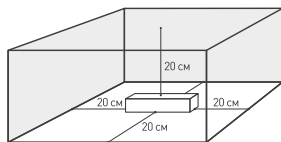
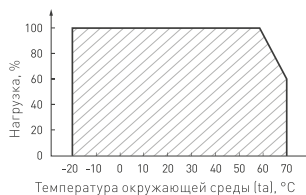

Рис. 1. Свободное пространство вокруг источника
Рис. 2. Максимальная допустимая нагрузка, % от мощности источника
- 4.3. Для естественной вентиляции обеспечьте не менее 20 см свободного пространства вокруг источника питания, как изображено на рис. 1. При невозможности обеспечить свободное пространство используйте принудительную вентиляцию. В случае установки в ограниченном пространстве (например, в лайтбокс или профиль) предусмотрите обеспечение требуемого температурного режима источника питания согласно рис. 2.
- 4.4. Не нагружайте источник питания более чем на 80% от его максимальной мощности. Учтите, что с повышением температуры окружающей среды максимальная мощность источника питания снижается (см. график зависимости на рис. 2).